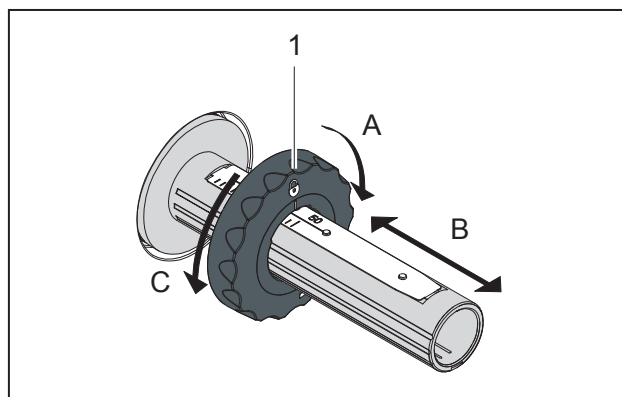

Figura 11 Impostazione del regolatore dei bordi
- 2 Ruotare la leva (6) in senso antiorario, per sbloccare la testina di stampa.
- 3 Impostare il regolatore dei bordi (1) sullo svolgitore (5) in base alla larghezza del nastro (figura 11):
- Reggere lo svolgitore e sbloccare il regolatore dei bordi (1) ruotandolo in direzione A.
- Far scivolare il regolatore dei bordi (1) in direzione e impostarlo sulla larghezza del nastro, aiutandosi con la scala graduata.
- Reggere lo svolgitore e bloccare il regolatore dei bordi (1) ruotandolo in direzione C.